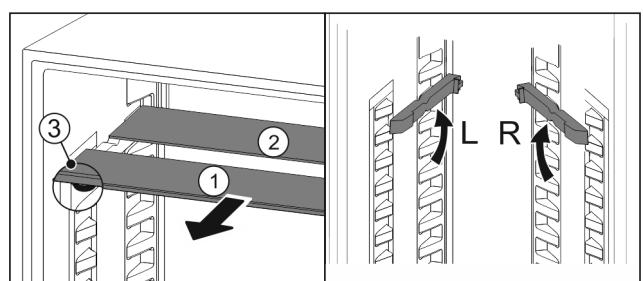

Fig. 85
- Пусните Fig. 85 (1) скляну панель вперед.
- ▷ Скляна панель Fig. 85 (1) з декоративною планкою лежить спереду.
- ▷ Стопори Fig. 85 (3) показують вниз.